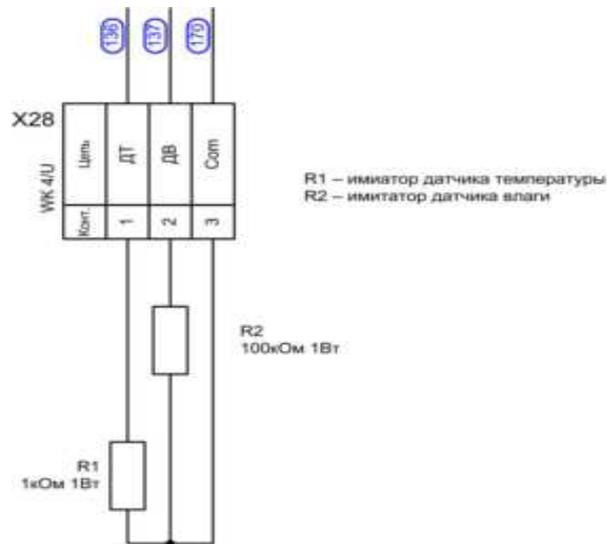

Рисунок 3.
10. Проверить работу схемы управления дренажным насосом. Для чего необходимо включить автоматы QF21, QF22. К клеммам X28 должен быть подключен кабель от встроенных в насос датчиков тепла и влаги. При отсутствии датчиков необходимо подключить к клеммам X28 имитаторы датчиков, см. рисунок 3.